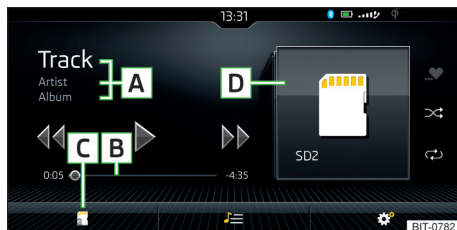

Fig. 176
**Menú princ.** » fig. 176
Reproducción del título actual desde su inicio	Pulsar ◀◀ después de 3 seg. desde el inicio de la reproducción del título Movimiento de los dedos hacia la derecha en el área de la pantalla A » fig. 176 de la pág. 152 después de 3 seg. a partir del inicio de la reproducción del título
Reproducción del título anterior	Pulsar ◀◀ dentro de los 3 seg. posteriores al inicio de la reproducción del título Movimiento de los dedos hacia la derecha en el área de la pantalla A » fig. 176 de la pág. 152 dentro de los 3 seg. posteriores al inicio de la reproducción del título
Reproduce el próximo título	Pulsar ▶▶ Movimiento de los dedos hacia la izquierda en el área de la pantalla A » fig. 176 de la pág. 152
**B** » fig. 176 de la pág. 152.